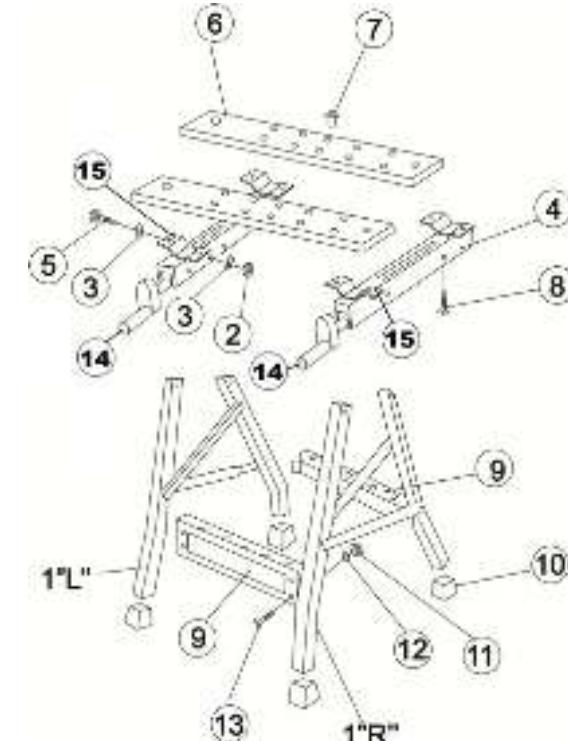

Рис. 1
## **СБОРКА ВЕРСТАКА (Рис. 1, 2)**
**Примечание:** Используя (детали крепления) винты (13), шайбы (12) и гайки (11), совместив отверстия, закрепите поперечные планки (9) на передних и задних стойках боковых рам (1), Рис. 1.
**Примечание:** При сборке верстака, как показано на Рис. 1, винты устанавливаются с внешней стороны, а гайки - с внутренней.
### КОМПЛЕКТНОСТЬ (Рис. 1, 2):